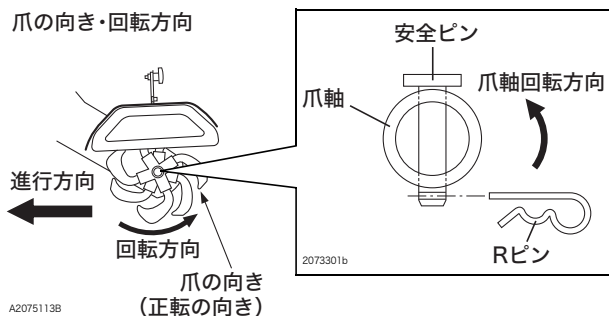
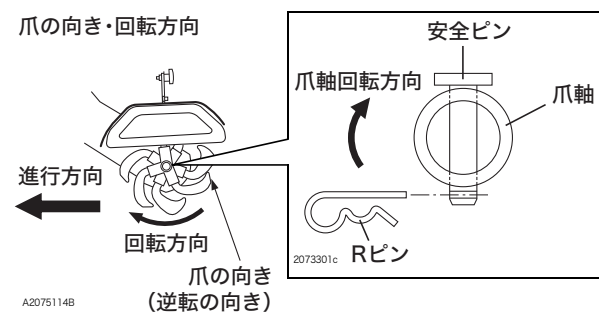

図 3-32
図 3-33
- 爪軸を取り付けるときは、安全ピンを差し込み、爪軸の回転方向に合わせて R ピンを図 3-32、図 3-33 の方向から差し込みます。差し込み方向を反対にすると、R ピンが作業中に抜けるおそれがあります。